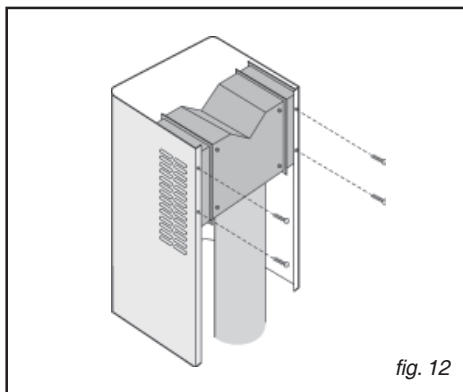

fig. 12
- Prendre le déflecteur d'air et y fixer un tuyau souple (de 125 mm de diamètre) en le bloquant à l'aide d'un collier métallique (le tuyau et le collier ne sont pas fournis); fixer le déflecteur d'air à la cheminée supérieure (fig. 12) à l'aide de 4 vis.